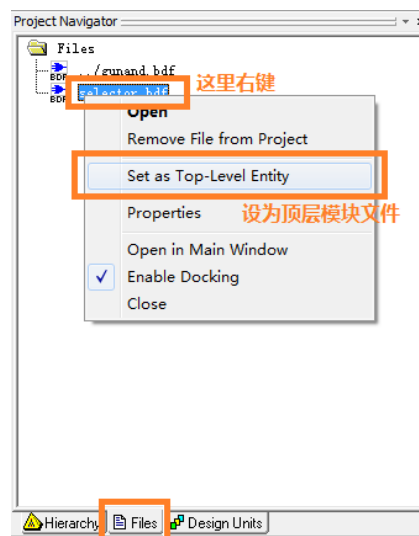

图 7 设置项目顶层文件
1. 点击主工具栏上的  按钮,开始“Analysis and Synthesis”编译过程。注意应该将要编译的文件设置成顶层文件才能对它进行编译,设置方法为: 点击左边 Project Navigator/files, 打开 files/Device Design Files, 选中要编译的 bdf 文件, 点击鼠标右键, 在图 7 所示弹出的菜单中选择 Set as Top-level Entity。